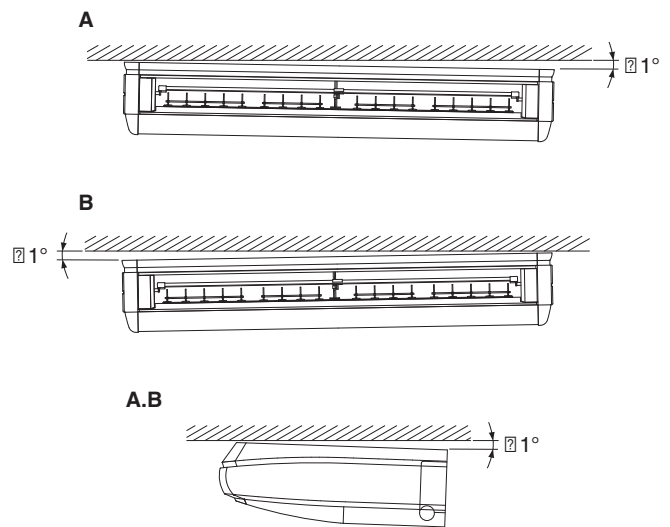

Abb. 12
- (5) Verwenden Sie beim Aufhängen des Innenaggregats eine Wasserwaage, um für eine bessere Entwässerung zu sorgen, und installieren Sie das Gerät waagrecht. Wenn es der Einbauort zulässt, installieren Sie das Gerät auch so, dass die Abflussleitung etwas niedriger liegt. (Siehe Abb. 12)